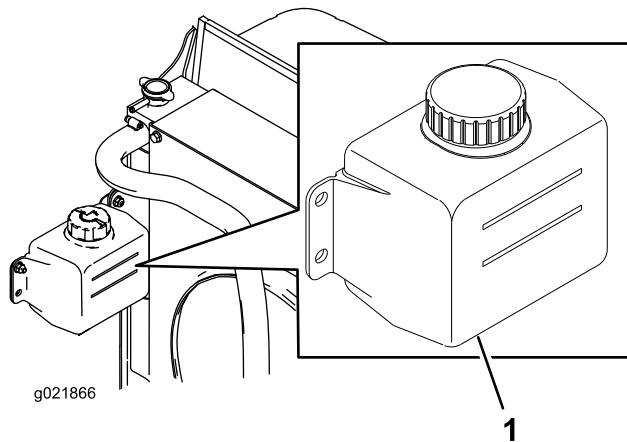

Рисунок 28
1. Проверьте уровень охлаждающей жидкости в расширительном бачке (Рисунок 28).